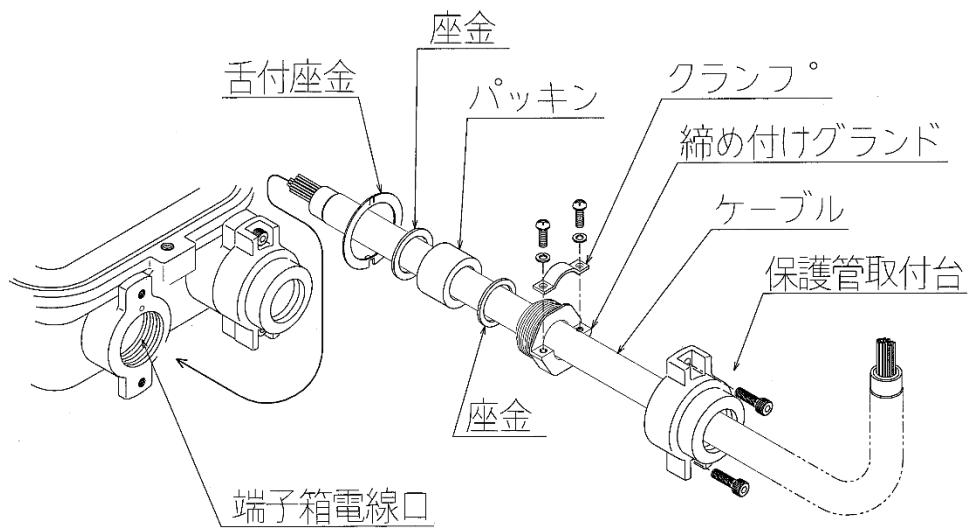
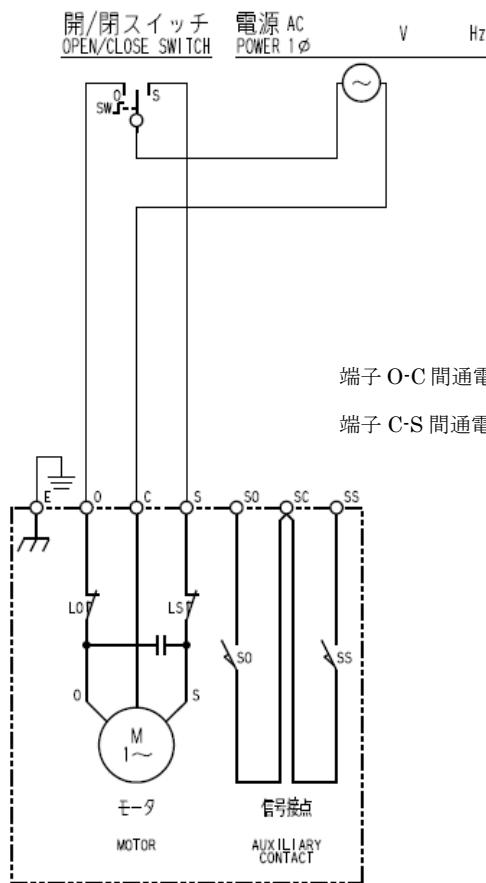

図5：耐圧パッキン式電線口詳細
図 6 : B 形内部接続図
- (1) 端子箱カバーを取り外します。端子箱と端子箱カバーの間にはOリングが入っていますので、紛失したり傷を付けないように注意してください。
- (2) ケーブルを耐圧パッキン式電線口に通しケーブル先端に圧着端子を取付けます。圧着端子のかしめは適正工具で確実に行ってください。
- (3) ケーブルを図5の様に舌付座金、座金（2枚）、パッキン、締め付けグランドを順番に通します。ケーブルの位置決めをしたらクランプで締め付けグランドにしっかりと固定します。
- (4) 締め付けグランドを端子箱電線口にスパナを用いて止まるまでしっかりとねじ込みます。
- (5) 舌付座金は締め付けグランドの緩み止めです。あらかじめ折り曲げてある片方の舌を端子箱側の穴に入れてください。他方は締め付けグランドの六角面に沿って折り曲げます。
- (6) 図6、7に制御動作B及びCの標準接続図を示します。特殊仕様の場合、本図通りでは無いことがありますので、接続図や仕様書で確認してください。
- (7) 端子台への接続は、プラスドライバーの2番を使用し確実に行ってください。
- (8) 配線終了後、Oリングの挟み込みに注意して端子箱カバーを取付けてください。